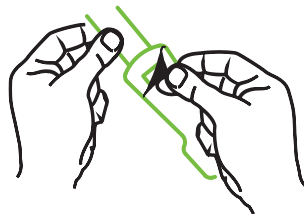

Figura 12-10 Rimozione della pellicola protettiva dal sensore
- 2 Rimuovere e scartare la pellicola protettiva dal sensore (figura 12-10).